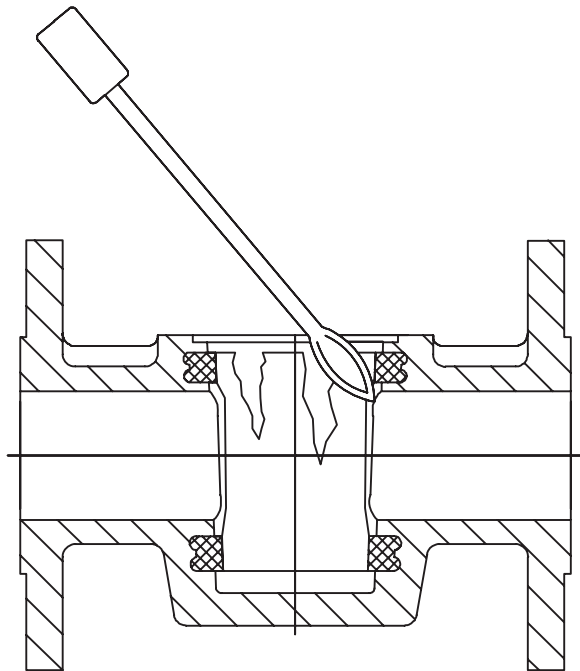

Abb. 2
3. Alte Buchse herausschneiden (Abb. 2)